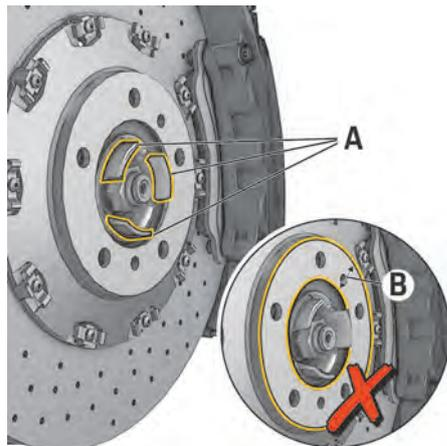

図. 233 ホイール取り付け面
- ▶ ブレーキディスクのホイール取り付け面 **B**(図. 233) およびホイールハブ自体には、決してグリースを塗布しないでください。
- ▶ **A**(図. 233) 部分のみにグリースを塗布できます。この部分に Optimoly® TA を非常に薄く塗ります：ポルシェ正規販売店にお問い合わせください。他の油脂類は使用しないでください。